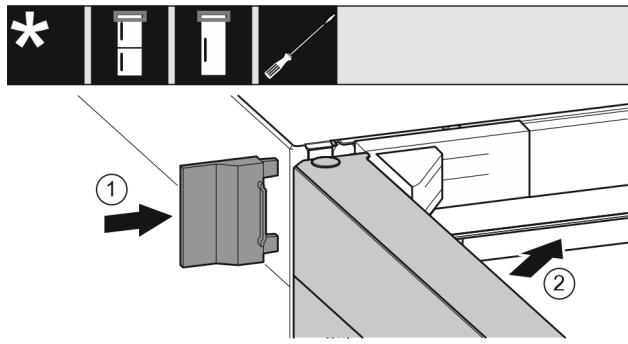

Fig. 23
- ▶ Ρθήστε το εξωτερικό κάλυμμα Fig. 23 (1).
- ▶ Κλείστε την επάνω πόρτα Fig. 23 (2).